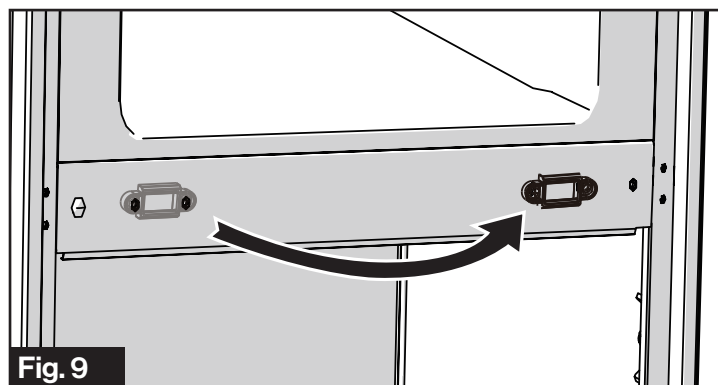

Fig. 9
- Dévissez les vis de fixation du support de la serrure de porte, puis placez-les sur le côté opposé. (Fig. 9)